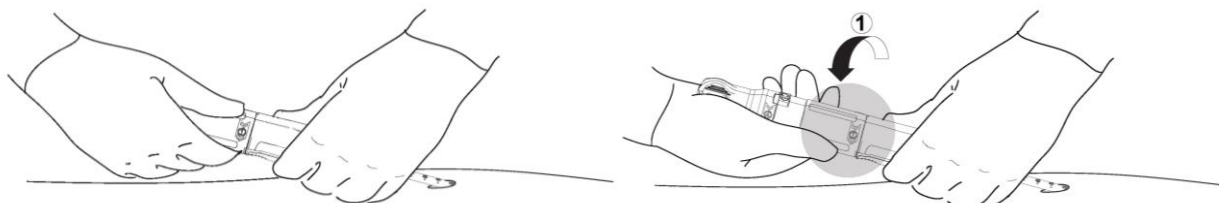

Figura 12. Passo 1 da atuação do dispositivo de encerramento PerQseal® (Remoção do implante da bainha).
Segure a extremidade distal da pega do dispositivo de encerramento PerQseal® (mais próximo do doente). Estabilize o dispositivo em posição, apoiando esta mão no doente, Figura 12.
- Coloque a mão no came da bainha, marcado com "1", e rode esta secção de prensão na direção indicada, 180°, para alinhar os pontos. Certifique-se de que a mão que segura a extremidade distal da pega permanece fixa e que a pega permanece imóvel durante esta rotação, Figura 12. O implante está agora exposto dentro da artéria.